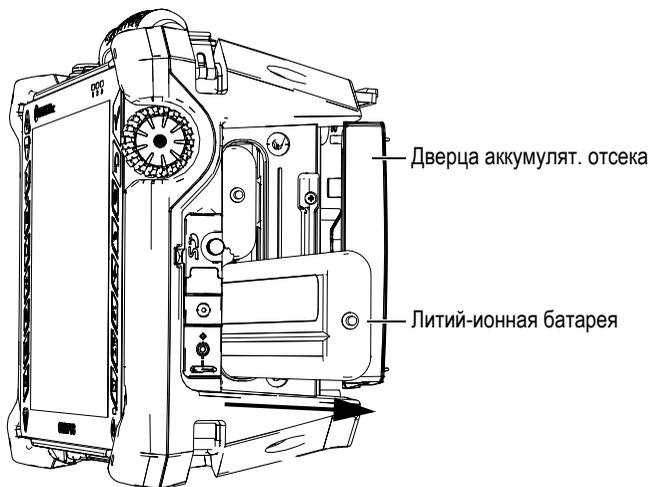

Рис. 2-5 Извлечение литий-ионной батареи
2. Извлеките батарею, потянув за ленту (см. Рис. 2-5 на стр. 48).